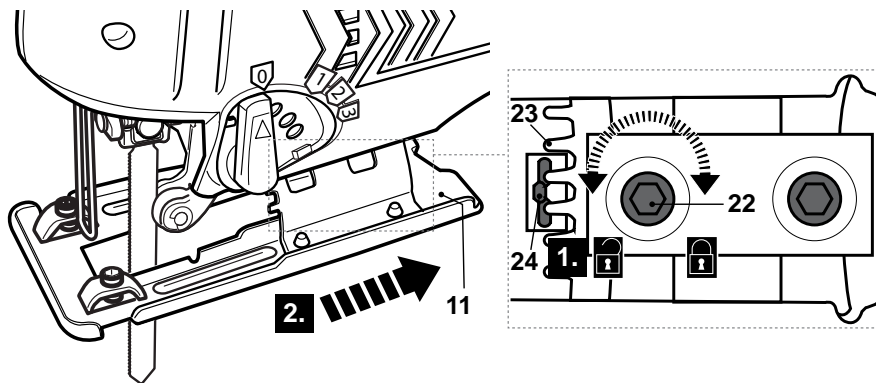

Fig. 7
- > Desserrez les 2 vis à six pans creux [22] à l'aide de la clé hexagonale [6], en tournant dans le sens inverse des aiguilles d'une montre (Fig. 7, étape 1).
- > Faites coulisser la semelle [11] vers l'arrière pour libérer les dents [23] de la broche [24] (Fig. 7, étape 2).